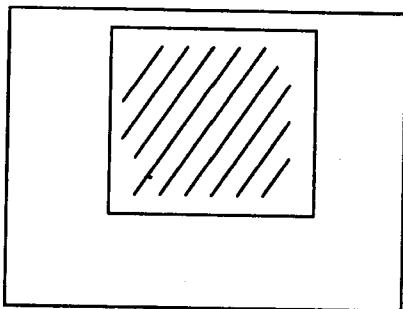
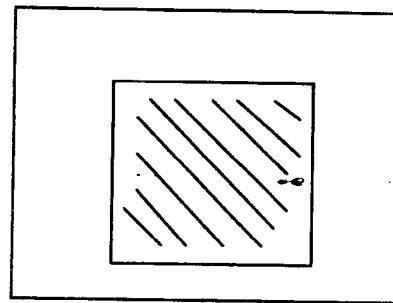

图 1-4 印刷位置靠上
图 1-5 印刷位置靠下
②印刷上下位置的调整。当印刷品出现如图1-4所示情况时,为印刷位置靠上,这种情况会造成原稿边缘图像丢失,印刷不完整;当印刷品出现如图1-5所示情况时,为印刷位置靠下,这种情况同样会造成原稿边缘图像丢失,印刷不完整。